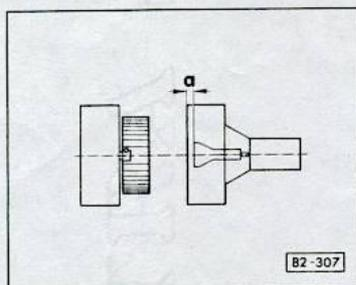

Fig. 1 Pose de l'accouplement
- Poser selon la cote indiquée – fig. 1